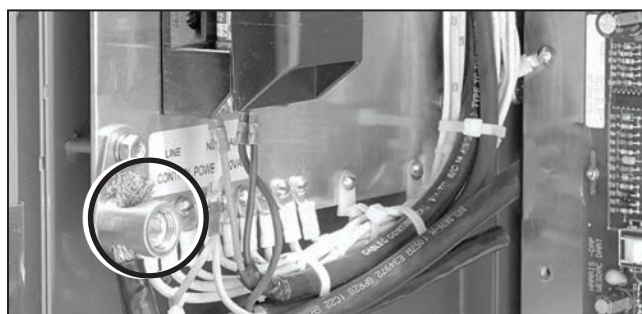

Figura 94. Zapata de cobre y bloque de fusible.
- (g) Conecte el cable grueso blindado a la zapata de cobre que está en la placa de tierra del gabinete para baja tensión. Ver Figura 94.
Conecte la línea y el neutro al bloque de fusibles. Vea la etiqueta que está abajo del mismo. Ver Figura 94.